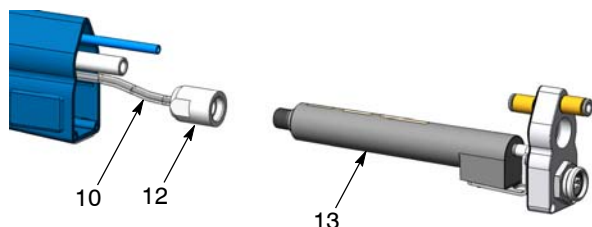

Рис. 28 Отсоединение кабеля электрода
3. См. рис. 28. Отвернуть гайку множителя (12) и отсоединить кабель электрода (10) от умножителя (13).
5. Распылители с монтажной трубкой: См. рис. 28. Вставить в умножитель пружинный конец кабеля электрода (10) до конца, а затем плотно затянуть гайку умножителя (12).